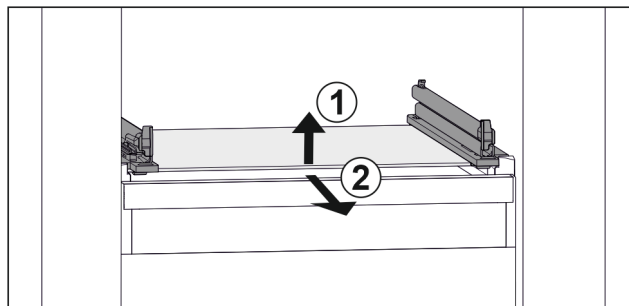

Fig. 39 Eksempel på fremstilling av glassplaten
- ▶ Løft opp glassplaten foran. Fig. 39 (1)
- ▶ Ta ut glassplaten fremover. Fig. 39 (2)